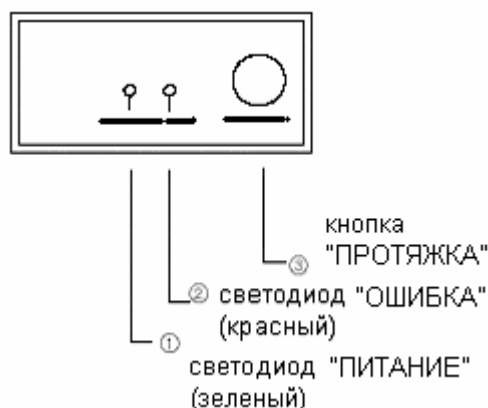

Рисунок 7.5 - Панель управления и контроля ККМ
7.3.2 Элементами панели управления и контроля (Рисунок 7.5) являются: